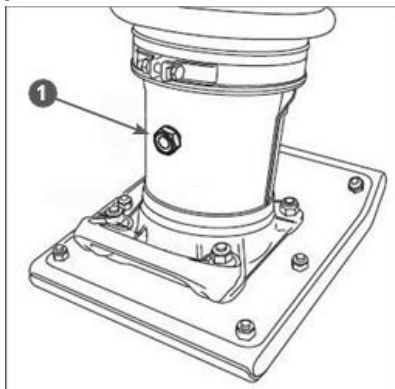

Рис.19 Замена масла в рабочем цилиндре
Слив масла из рабочего цилиндра и заправка масла в рабочий цилиндр осуществляются через отверстие для контроля уровня масла с задней стороны рабочего цилиндра (Рис. 19).
4. Выкрутите пробку 1 и слейте масло в подготовленную для этого емкость (Рис. 19). Поднимите нижнюю часть вибротрамбовки за трамбовочный башмак для того, чтобы полностью слить масло из рабочего цилиндра.
8. Закрутите пробку 1 со смотровым отверстием для контроля уровня масла и верните вибротрамбовку в рабочее положение (Рис. 19).